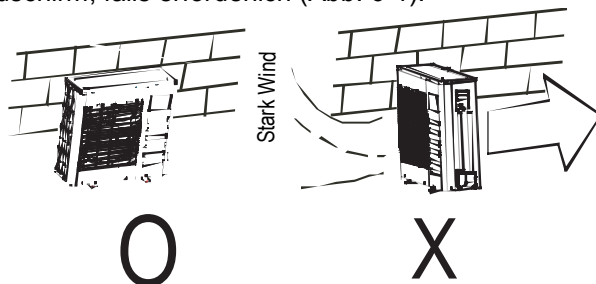

Abb. 6-1
- Installieren Sie die Außeneinheit an der Wand, in Orte in der Nähe der Küste oder in großer Höhe, wo der Wind stark sein kann. Benutzen Sie einen Bildschirm, falls erforderlich (Abb. 6-1).